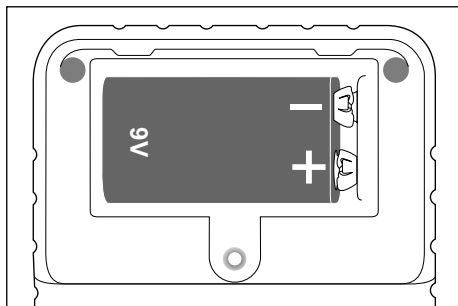

Abb. 2
- 2) Verbinden Sie die 9 V Blockbatterie **8** polrichtig (+ und – beachten) mit dem Batterieclip und legen Sie die 9 V-Blockbatterie **8** in das Batteriefach (siehe Abb. 2).